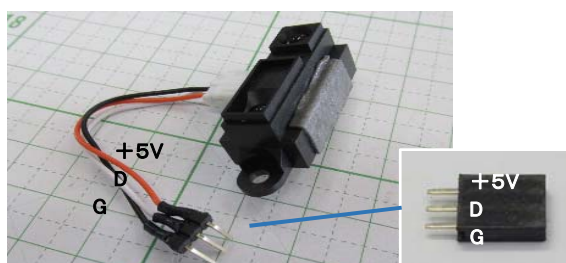

図12 先端にはピンヘッダまたはピンソケット3ピンを接続
④ピンヘッダまたはピンソケット3ピンを利用して、図12のように配線コードの先端をはんだ接続します。さらに熱収縮チューブやビニールテープなどで保護カバーしておくともよいでしょう。